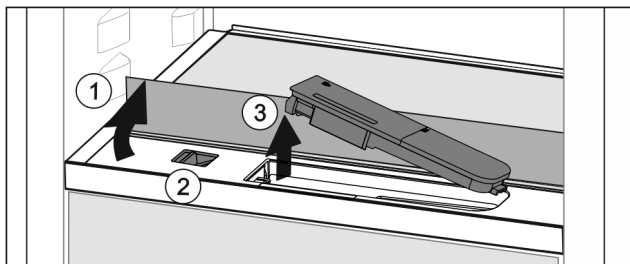

Fig. 118
- ▶ Glasplatte anheben und bis zum Anschlag nach hinten klappen Fig. 118 (1).
- ▶ Schieber Fig. 118 (2) nach links schieben.
- ▶ Wassertank entnehmen Fig. 118 (3).